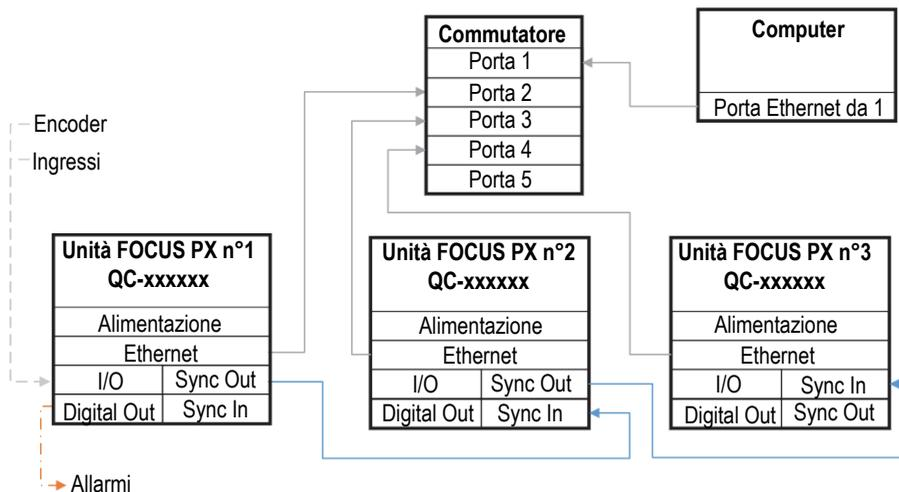

Figura 1-1 Collegamento unità multiple
- ◆ Collegare tutti i cavi necessari all'unità FOCUS PX. Il seguente schema mostra la modalità di collegamento delle unità multiple (vedi Figura 1-1 a pagina 24). Nel caso in cui si utilizzi solamente un unità, collegare solamente la prima senza un cavo Sync Out.